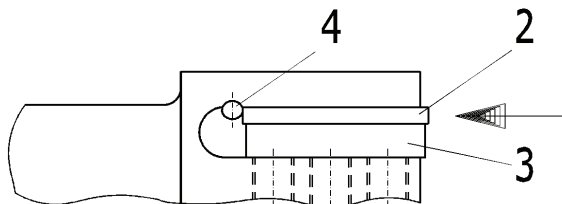

Abb. 2
6. Profilschneide leicht auf den Sitzgrund und gegen den Positionierstift (4) drücken (s. Abb. 2).